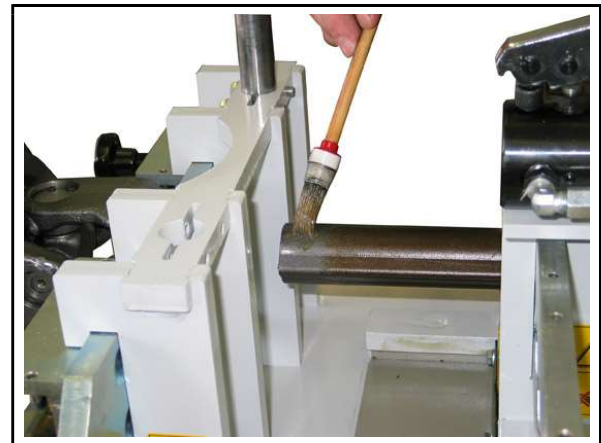

Fig. 23
3. Fetten Sie den Ansatz des Profiltröhres (Fig. 23).
4. Verschieben Sie das Profiltröhr (1) von Hand in Richtung Rillengabel (2), so dass das Profiltröhr sicher in die Rillengabel fasst.
7. Verfahren Sie den Montageschlitten (3) soweit nach vorn,
- bis die Bohrungen (4) und (5) vom Profiltröhr (1) und der Rillengabel (2) fluchten.
- bis das Profiltröhr (1) bündig bis in die Aufnahme der Rillengabel fasst.
10. Lösen Sie die Spannhebelschrauben (6).
11. Verdrehen Sie die Gewindestange solange, bis die Gegenlager (7) und die Spannhebel (8) die Rillengabel (2) freigeben.